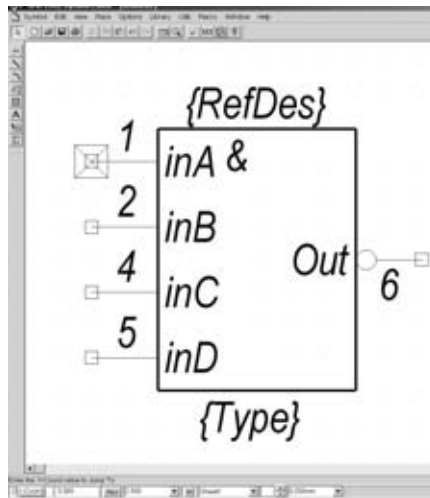

Рис.2.3.10
- Установить точку привязки элемента в центр УГО. Для этого выполнить команду **Place Ref Point**. Переместить курсор в точку с координатами (10, 32.5) и щелкнуть ЛК (рис.2.3.10).